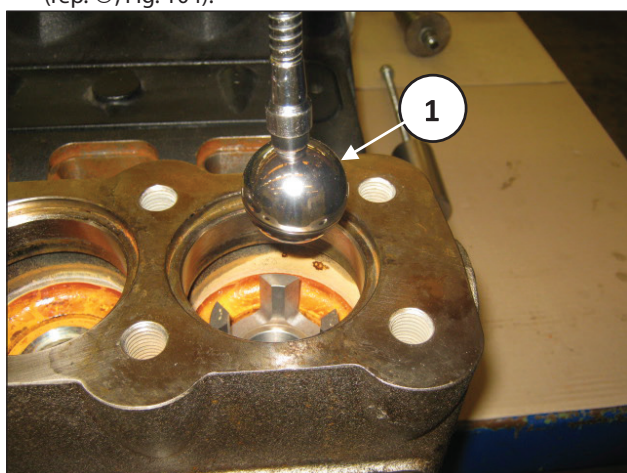

Fig. 104
- D) Sortir les billes en utilisant un aimant ou un autre outil (rep. ①, Fig. 104).